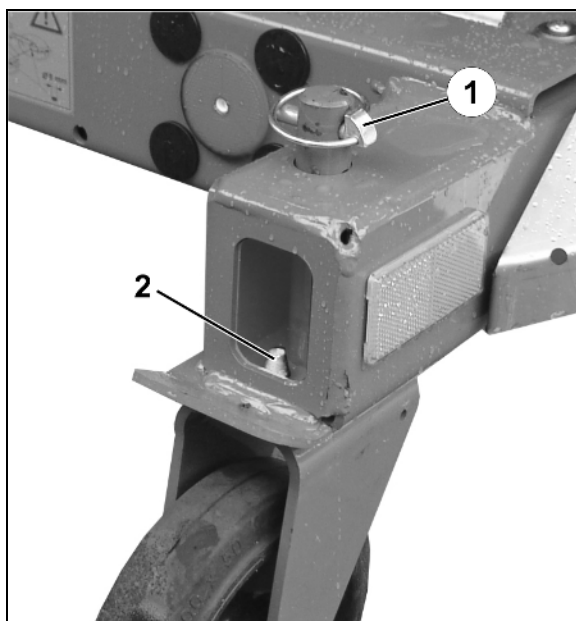

Fig. 28
6. Faste bremsruller bak (Fig. 28)
- o monter, og sikre med splint (Fig. 28/1), hhv.
Når de faste rullene monteres, må du passe på at boltene (Fig. 28/2) griper gjennom boringen til rammen og dermed holder rullene i lengderetningen.